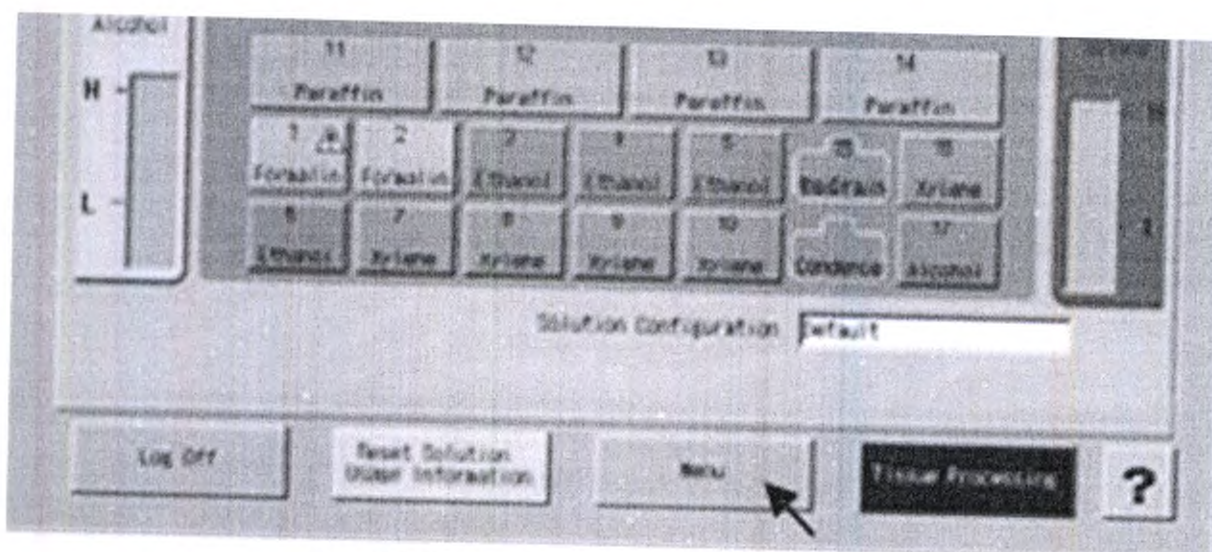
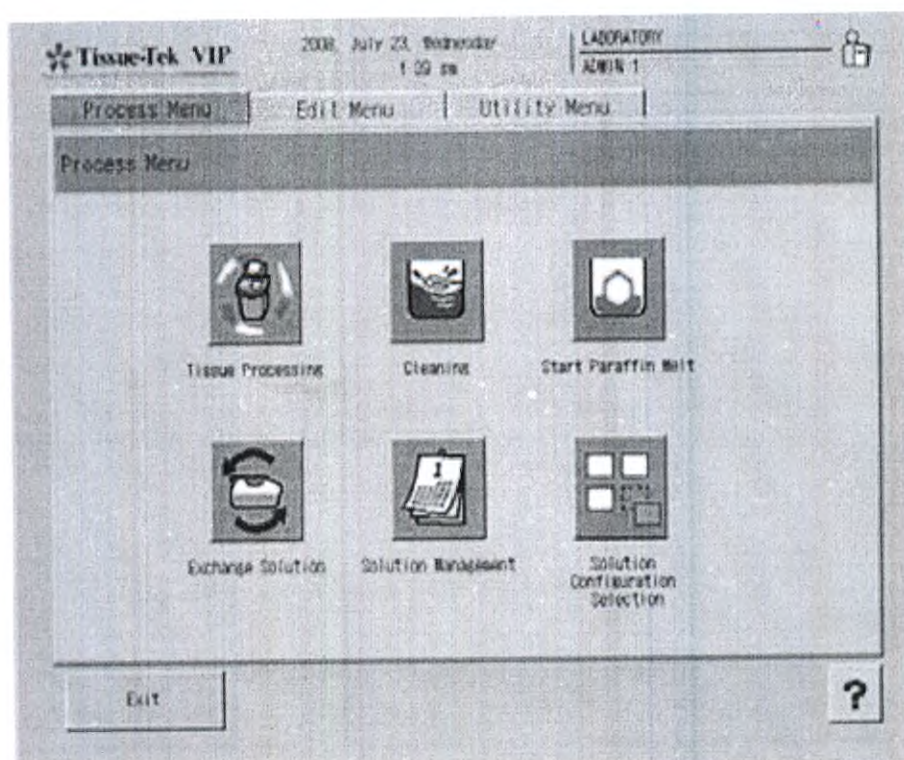

Рис. 26 Панель управления, кнопка «Меню»
Рис. 33 Вид меню панели управления
5. Нажмите кнопку» Меню» (Меню) (Рис. 26):
4. Если был засыпан гранулированный парафин, то нажмите кнопку «**Menu**» (Меню) (Рис. 26).
- Если пароль верный, то появится главное меню (Рис. 26).
3. Нажмите кнопку Menu (Меню) (Рис. 26), чтобы, собственно, открыть меню (Рис. 33).